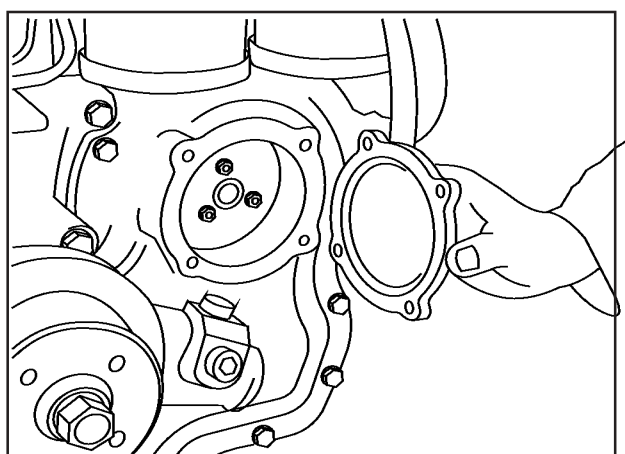

FIG 1
4. Remova a tampa de inspeção, veja **Fig. 1**.